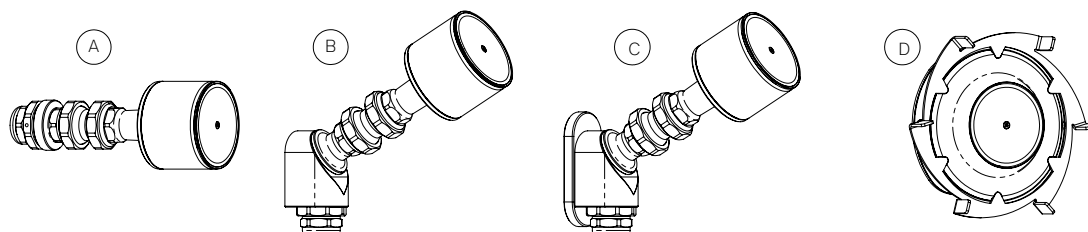

Figura 5
Sono disponibili diversi supporti opzionale per il fissaggio della testina telecamera all'interno della macchina utensile, vedi figura 5.
- La mascherina per le testine sferiche (D, figura 5, incluso attrezzo) è indicata per l'applicazione su un pannello di lamiera. Grazie all'esecuzione piatta ed alle geometrie che respingono i trucioli, il fenomeno dei nidi di trucioli è molto contenuto. La mascherina è compatibile soltanto con testine sferiche. L'inclinazione massima è di $\pm 20^\circ$ rispetto all'asse del foro. La testina può essere installata con un orientamento 0-360°.